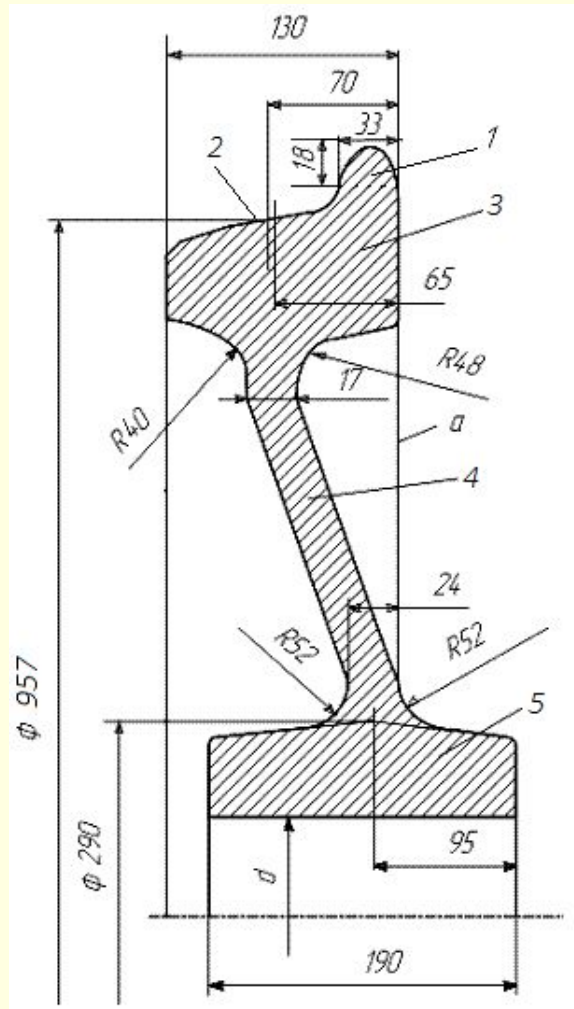

Рисунок 2. Половина поперечного сечения колеса вагона.
- В колесе вагона (рис. 2) различают следующие части : ступица (5), диск (4), обод колеса (3). На наружной части обода колеса имеется поверхность катания (2) и гребень (1). Поверхность колеса касающаяся во время движения головки рельса называется **поверхностью катания**. На расстоянии 70 мм от внутренней грани обода, являющейся базовой, расположен воображаемый круг катания, используемый для измерения специальными инструментами диаметра колеса, толщины обода и проката.